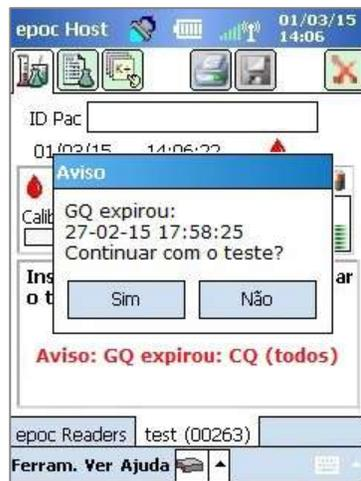

Fig. 44.
- Quando o utilizador introduzir um cartão de teste, é apresentada uma mensagem de contexto a perguntar se pretende continuar com o teste (Fig. 44).